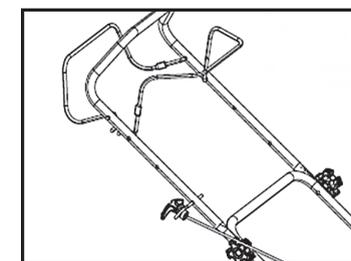

Figura 18
4. Una vez que el motor está en marcha, colocar la cuerda de arranque en la guía. Figura 18.